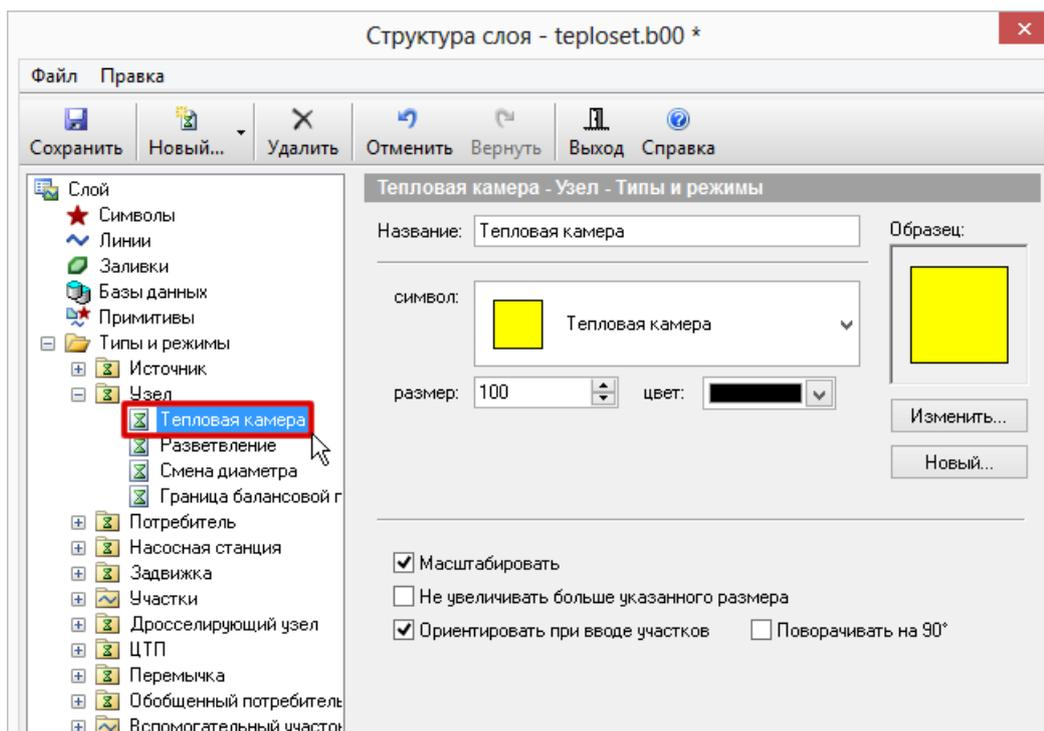

Рисунок 4.21. Изменение внешнего вида объекта тепловой сети
1. В окне структура слоя () в дереве Типы и режимы щелчком левой кнопкой мыши выделить режим, для редактирования, например Тепловая камера. (см. Рисунок 4.21, «Изменение внешнего вида объекта тепловой сети»).